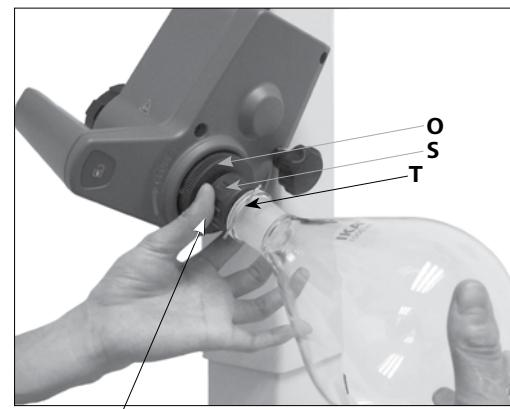

Fig.15b
- 핀이 베이퍼 튜브에 놓일 수 때까지 핀 (**S**)으로 플라스틱 너트 (**P**)를 시계 반대 방향으로 돌립니다. (Fig. 15b).